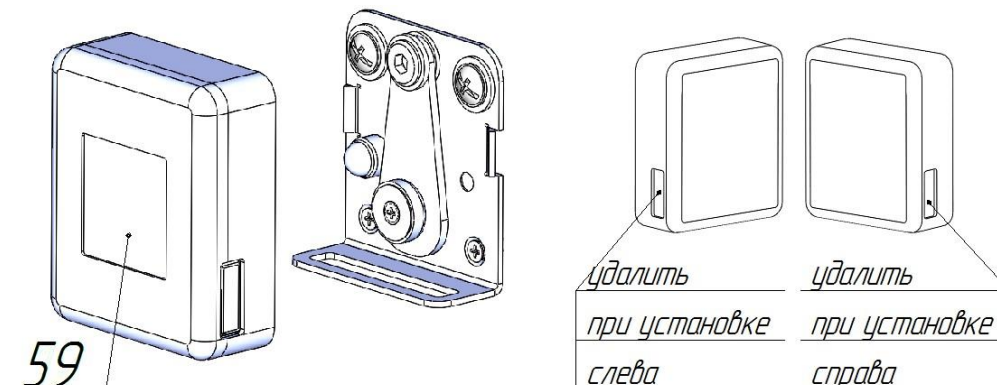

Рис.21
21. После успешного завершения регулировок нажатием удалить заглушку бокового отверстия на кожухе поз.59 с надписью «правый», если механизм поз.58 установлен на правой боковине короба. (см.рис.21). Соответственно, удалить заглушку с надписью «левый», если механизм фиксации поз.58 на левой боковине. (см.рис.21).